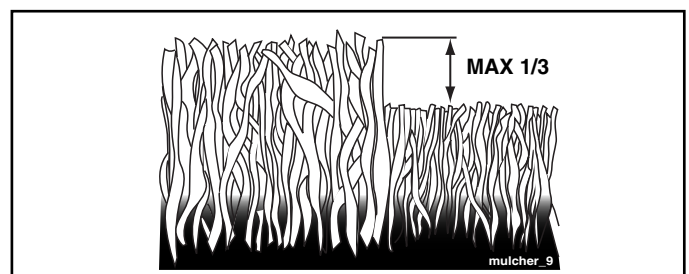

FIG. 10A
- Pour les meilleurs résultats, ajustez la hauteur de coupe de tondeuse afin que la tondeuse coupe seulement le tiers du haut de l'herbe (Voir la Fig. 10A). Pour les conditions très difficiles, réduisez votre largeur de la coupe sur chaque passage et tondez lentement.